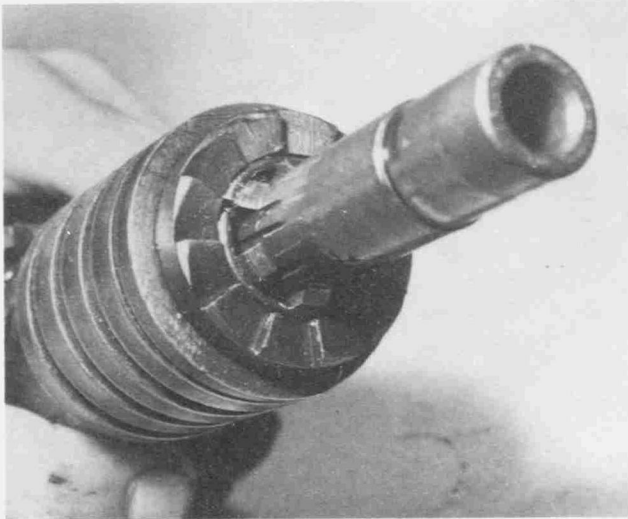

Bild 136
- Die Druckfeder in einem Schraubstock zusammendrücken und den Draht-Sicherungsring unter dem Kickstarter-Sperrstück ausheben (Bild 136).